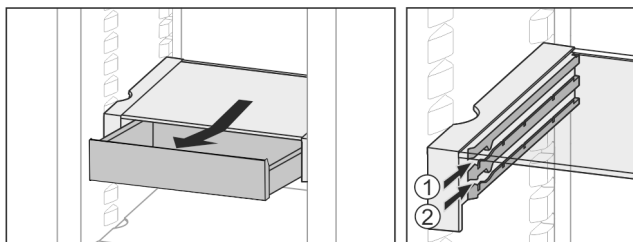

Fig. 26
- ▶ Zasuňte ju v ľubovoľnej výške *Fig. 26 (1)* alebo *Fig. 26 (2)*.